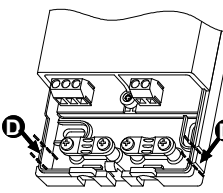

Fig. 4
**Ingresso cavi laterale:** Eliminare con una pinza adatta i denti in plastica, come indicato dalle frecce in (D) di Fig. 4.